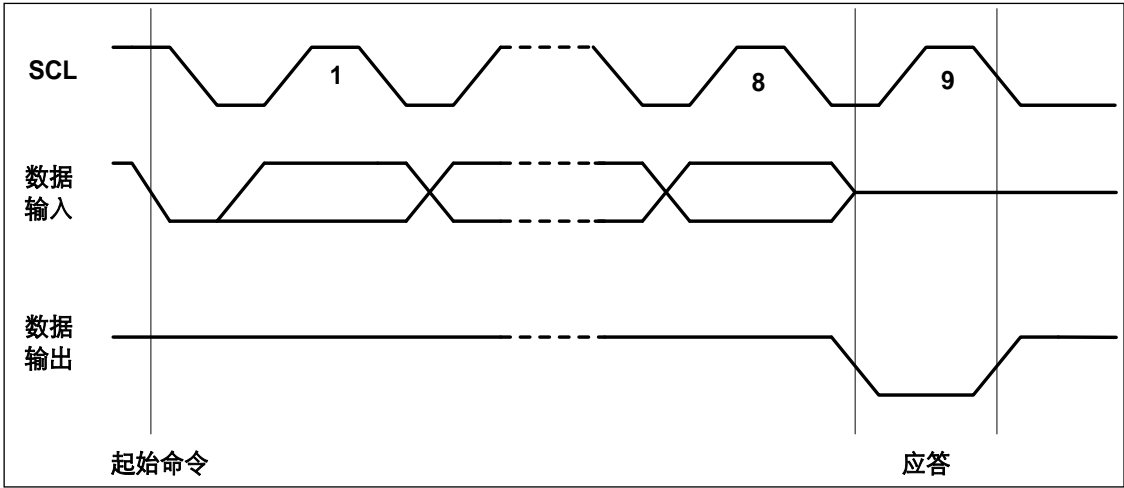

图 9-5 输出应答(ACK)
**输出应答:** SDA 上的数据都是以 8 位为一组串行输入和输出的, MSB 先发, 接收方在收完每个字节后应当在第 9 个周期回发一个回应 acknowledge 位 (以下简称 ack), ack 的时钟由主机提供。发送方在 ack 期间悬空 SDA, 接收方须将 SDA 拉低, 确保 ack 时钟高电平期间 SDA 为低, 形成有效的 ack 信号(参见图 9-5)。